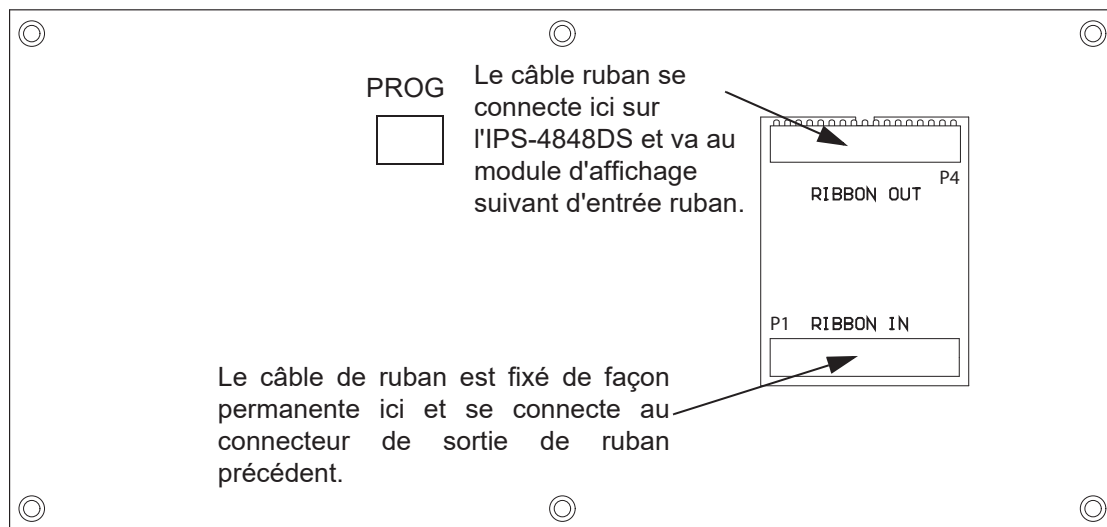

Figure 11 Connexions des câbles de l'IPS-4848DS
2. Déconnecter l'alimentation principale et l'alimentation de secours et connecter l'IPS-4848DS comme indiqué sur la figure 11.